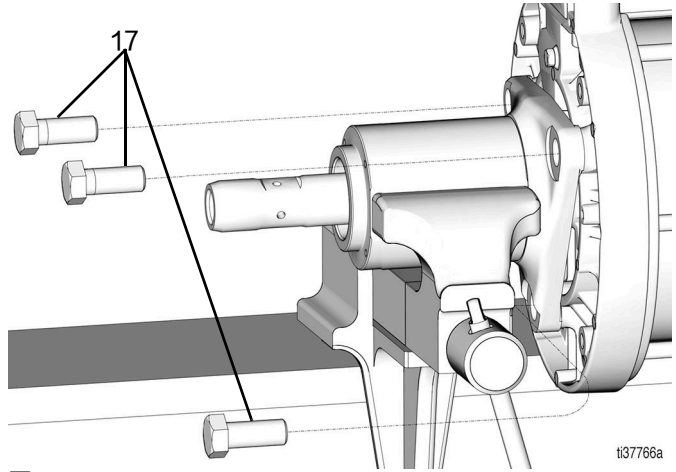

图 23
7. 更换出口外壳适配器螺丝 (17) 并手动拧紧 (图 23)。